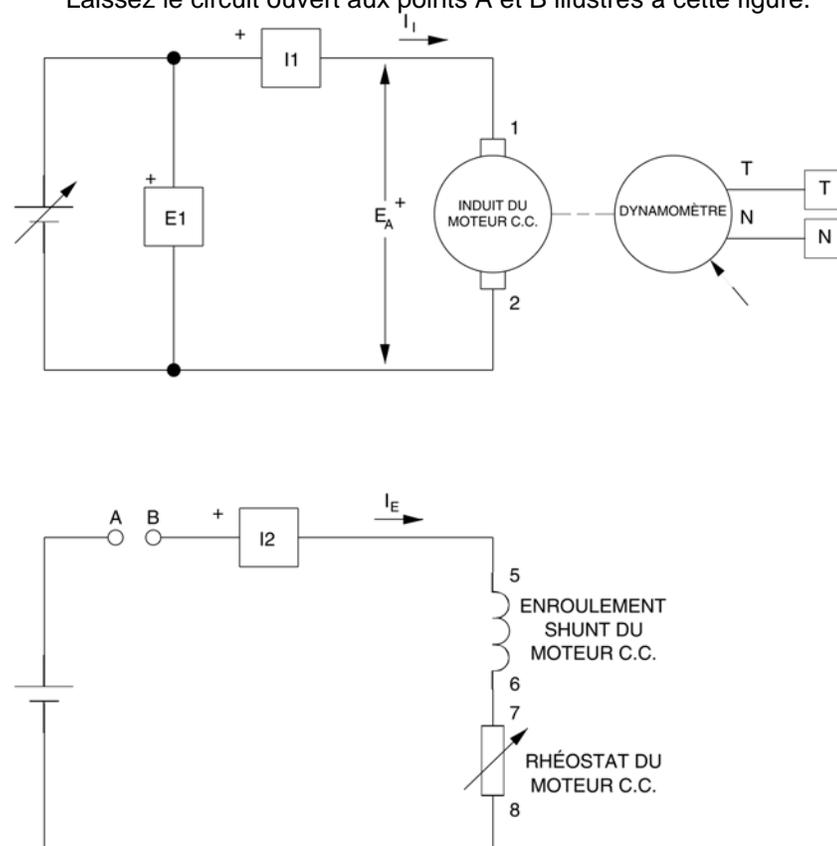

Figure 2-14. Moteur c.c. à excitation séparée couplé à un dynamomètre.
Dans la première partie de cette expérience, vous allez monter l'équipement dans le Poste de travail, raccorder l'équipement comme à la figure 2-14 et effectuer les réglages appropriés sur le module Moteur d'entraînement / Dynamomètre.
- 5. Montez le circuit du moteur c.c. à excitation séparée illustré à la figure 2-14. Laissez le circuit ouvert aux points A et B illustrés à cette figure.
Raccordez les points A et B illustrés dans le circuit de la figure 2-14.